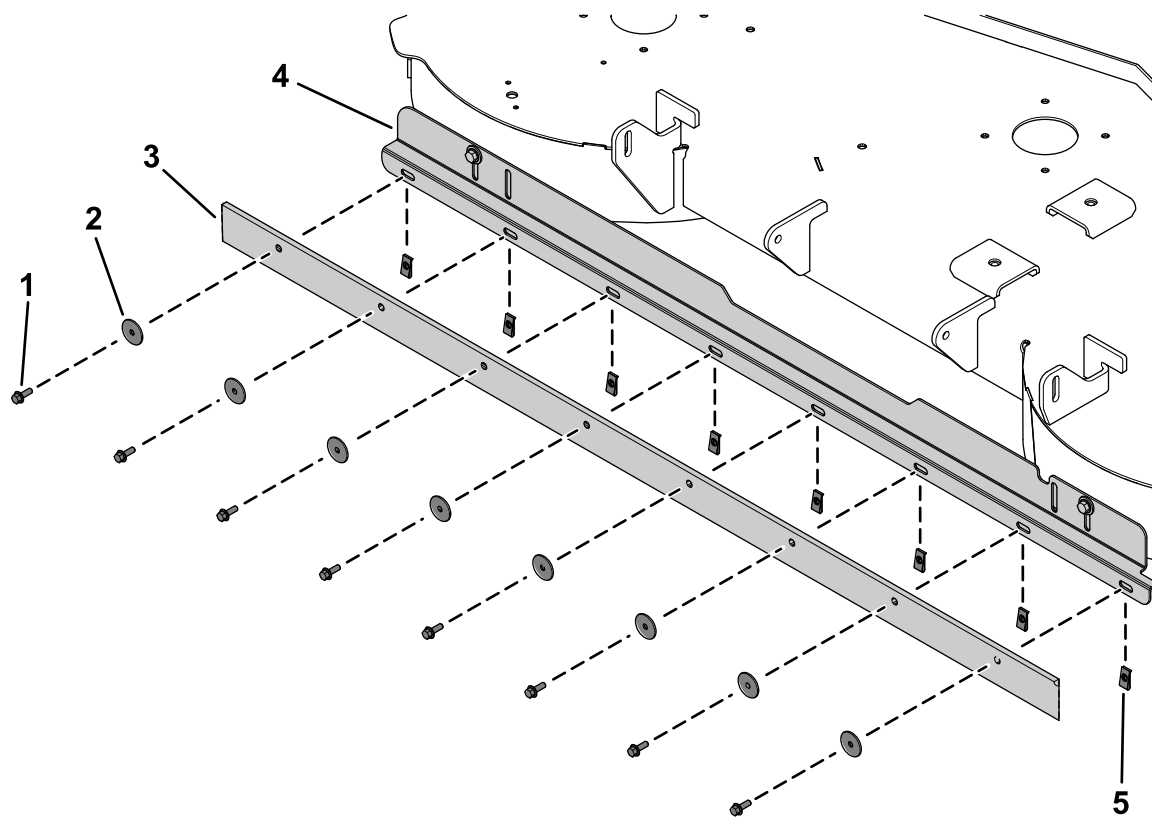

Figure 8
1. Vissez les 8 écrous rapides sur le support du traceur (Figure 8).
2. Fixez le racloir sur le support du traceur et les écrous rapides à l'aide de 8 vis à tête hexagonale ($\frac{1}{4} \times \frac{3}{4}$ po) et 8 rondelles (Figure 8).